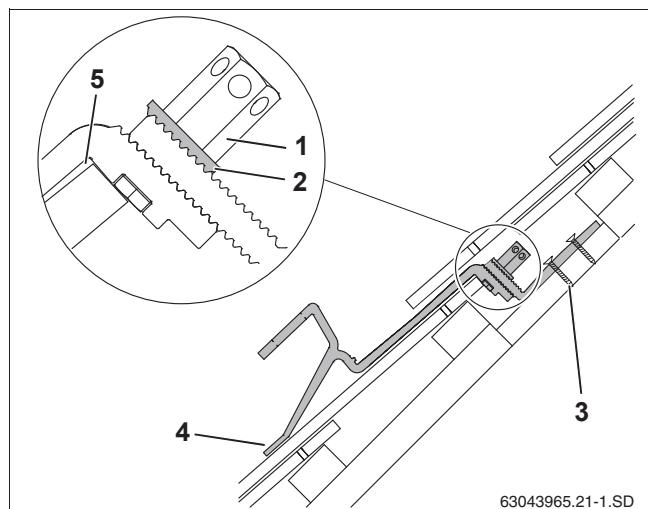

Рис. 19 Установленный кровельный крюк - разрез с обрезанной нижней частью
- ▶ Установите переднюю подпорку на черепицу таким образом, чтобы она при нагрузке прилегала к ней (рис. 19, [4]).
При этом должен быть зазор между кровельным крюком и верхним краем черепицы (рис. 19, [5]).
Зубчатая подкладная шайба (рис. 19, [2]) должна войти в зацепление с нижней частью кровельного крюка.
- ▶ Затяните высокие гайки (рис. 19, [1]). Для этого вставьте ключ SW 5 в отверстие гайки и поверните его.
- ▶ Нижнюю часть кровельного крюка прикрепить к стропилам или доскам/брусу минимум в первом (рис. 19, [3]) и втором отверстии соответствующими шурупами.